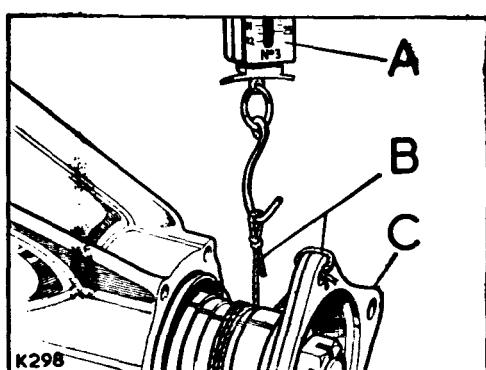

Fig. E1-51.- Verificación de la precarga del cojinetе del piñón de ataque.
4.02.- Acoplar un dinamómetro de mano al extremo libre de la cuerda y ejercer tracción de forma uniforme, observando la fuerza necesaria para hacer girar el piñón de ataque una vez vencida la resistencia inicial. (Fig. E1-51).